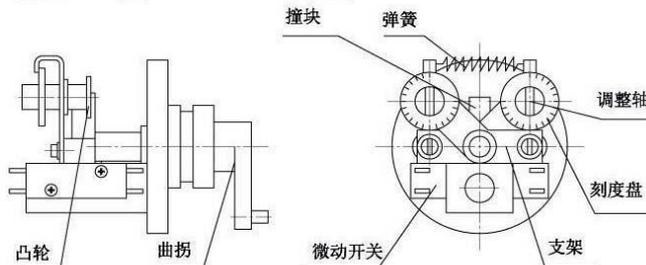

图5
力矩控制器分户外型系列和隔爆型系列，其结构见图 5。
6.1 力矩控制器的调整 (参见图 5)